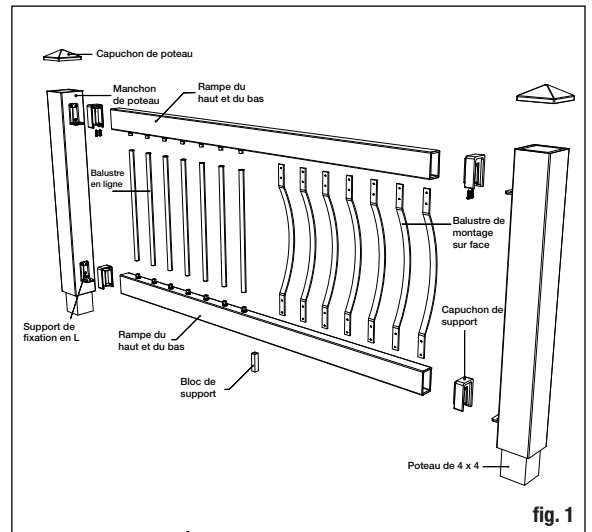
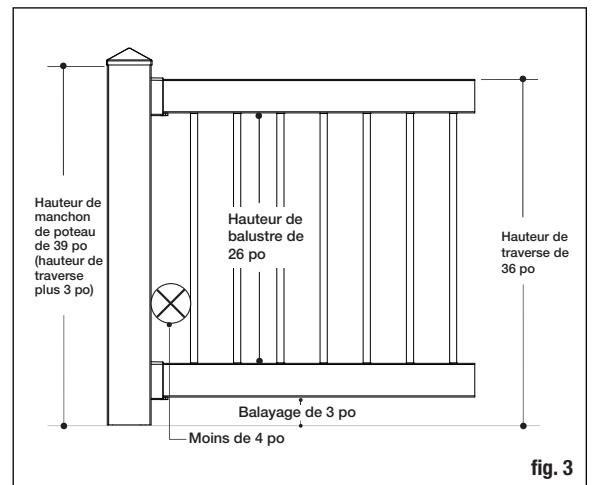
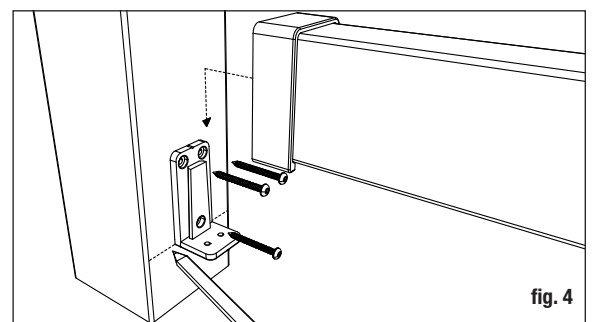

fig. 1
fig. 3
fig. 4
Étape 6 Mesurez la distance entre les manchons de poteaux installés pour déterminer la longueur des traverses du haut et du bas (fig. 1). La distance entre le poteau et le premier balustre devrait être de moins de 10 cm (4 po) et égale des deux côtés (fig. 3). Retirez 1,43 cm (9/16 po) en plus aux deux extrémités (2,85 cm 1-1/8 po en tout) pour que le support s'ajuste entre la rampe et le poteau. Taillez les rampes du haut et du bas selon la longueur.
Balustres Classique et Estate les traverses sont pré-perçées avec l'espacement approprié. Installez les raccords de balustre sur les traverses du haut et du bas (fig. 1). Ne resserrez pas trop les vis. Appliquez un mastic de silicone sur chaque raccord pour empêcher les balustres de tourner ou de cliqueter après la fin de l'installation. Le mastic devrait être à l'extérieur du raccord rond.
Étape 8 Placez la traverse du bas entre les poteaux et le centre. *Remarque : Vérifiez les exigences du code de la construction pour l'espacement maximum entre la surface de la terrasse et le bas de la traverse (balayage).* Un espacement de 3 po est recommandé, mais peut être plus ou moins élevé si les codes le permettent (reportez-vous à la fig. 3). Marquez la position inférieure du support de fixation en L sur chaque poteau (reportez-vous à la fig. 4). Retirez la rampe. Marquez les emplacements des vis et pré-percez à travers le manchon du poteau en utilisant un foret de 1/4 po. Installez chaque support de fixation en L au poteau avec trois vis de 1-3/4 po.
Étape 9 Il faut un bloc de support au centre de chaque traverse. Coupez le bloc de support à la bonne hauteur. Installez au bas de la traverse inférieure (reportez-vous à la fig. 1). Trouvez le centre de la traverse et pré-percez avec un foret de 1/8 po. Installez le raccord du bloc de support avec la vis incluse.
Étape 10 Placez et installez les capuchons de support à chaque extrémité du garde-corps. Les raccords de rampe en L et les capuchons de support ne doivent pas être vissés ensemble (reportez-vous à la fig. 4).
Étape 11 La figure 3 illustre comment on peut mesurer un garde-corps haut de 91 cm (36 po). *Remarque : Utilisez un support pour assurer une longueur constante (+/- 1/16 po).*
Étape 12 Placez la rampe du haut entre les poteaux. Vérifiez le niveau d'une extrémité à l'autre et verticalement. Marquez l'emplacement de la fixation sur le manchon du poteau et retirez la traverse (reportez-vous à la fig.4). Marquez les emplacements des vis en utilisant la fixation comme guide et pré-percez utilisant un foret de 1/4 po par le manchon de poteau seulement. Fixez le support au poteau en L avec trois vis de 1-3/4 po de long à une extrémité. Répétez à l'autre extrémité.
Étape 3 Terminez l'installation des giron d'escalier avant d'installer les manchons de poteaux. Taillez les manchons de poteaux à leur longueur. Si vous utilisez des chapeaux de poteaux, les manchons de poteaux devraient être d'au moins 3,6 cm (1-1/2 po) plus long que la hauteur du garde-corps (reportez-vous à la fig. 3). Exemple : Pour un garde-corps de 91 cm (36 po) de haut, découpez le manchon à au moins 95 cm (37-1/2 po). Si la hauteur de votre garde-corps est de 36 po, ajoutez alors 3,8 cm (1-1/2 po), plus 17,8 cm (7 po) pour la contremarche. Si vous le désirez, le manchon de poteau peut rester plus long.
Étape 7 Il faut un bloc de support au centre de chaque traverse. Coupez le bloc de support à la hauteur voulue. Installez au bas de la traverse inférieure (reportez-vous à la figure 1). Trouvez le centre de la traverse et pré-percez avec un foret de 1/8 po. Installez le raccord du bloc de support avec la vis incluse.